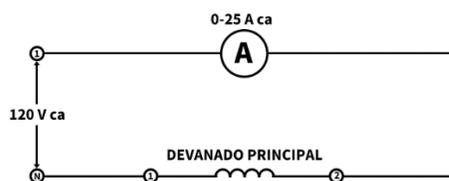

Figura 8-1
1. Conecte el circuito ilustrado en la Figura 8-1, utilizando los **Módulos EMS de motor de fase hendida con arranque por capacitor, fuente de alimentación y medición de ca**. Observe que se usa la salida fija de *120 V ca* de la fuente de alimentación, terminales *I* y *N*.